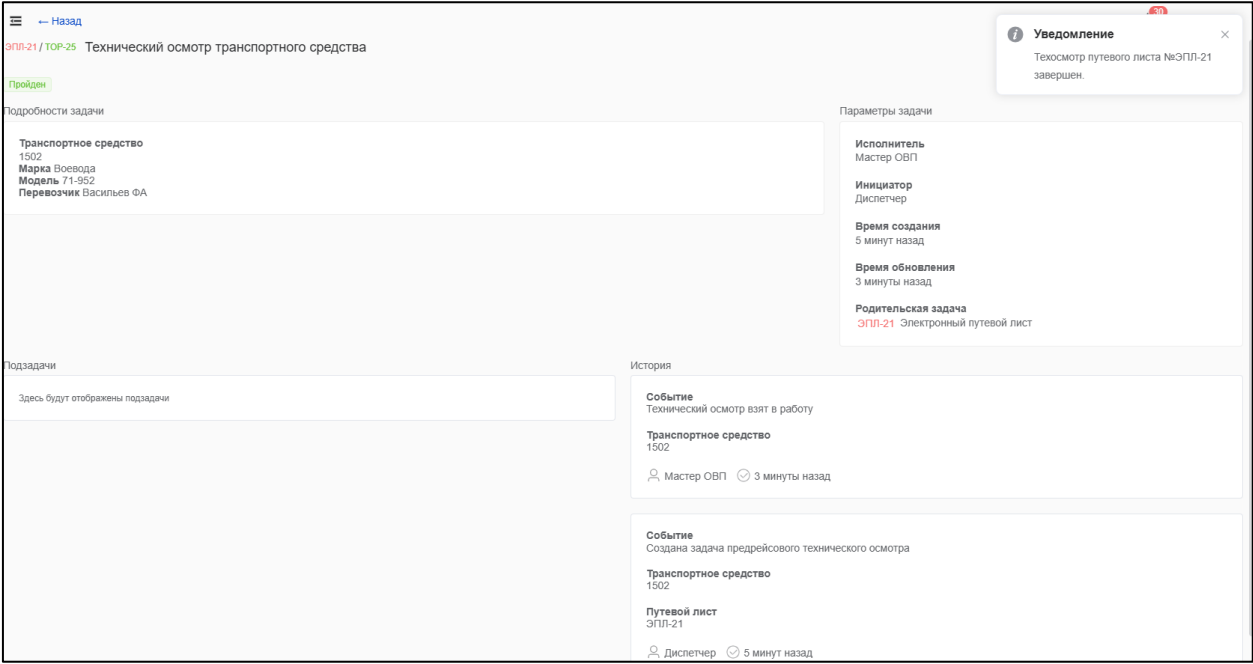

Рисунок 50 – Техосмотр завершен
8) Техосмотр завершен (Рисунок 50). Статус задачи перешел в статус «Пройден».